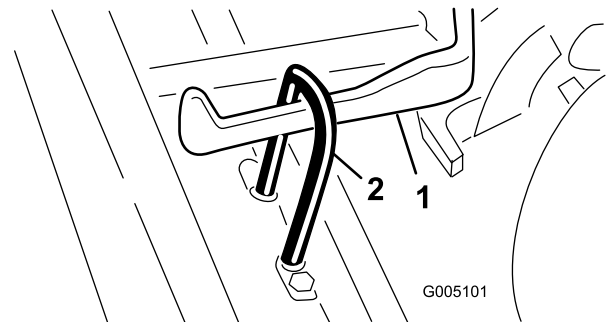

図 7
2. カッティングユニットをプルフレームの下に引き入れ、吊り輪フープを昇降アームに引っかける **図 7**。